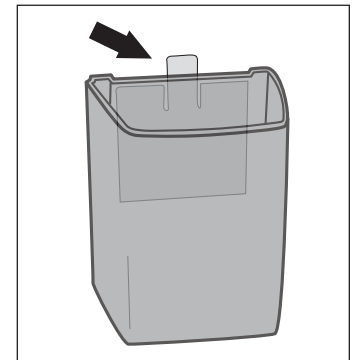

Figure 4
1. Retirez le couvercle (comme décrit précédemment). Poussez le loquet pour détacher le distributeur de la plaque arrière. (Voir Figure 4)